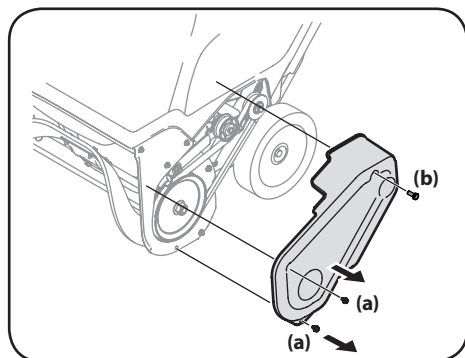

Figure 4-4
4. Enlevez les deux boulons hexagonaux (a) et le boulon de blocage hexagonal (b) qui fixent le couvercle de la courroie au châssis, puis retirez le couvercle. Voir Figure 4-4.